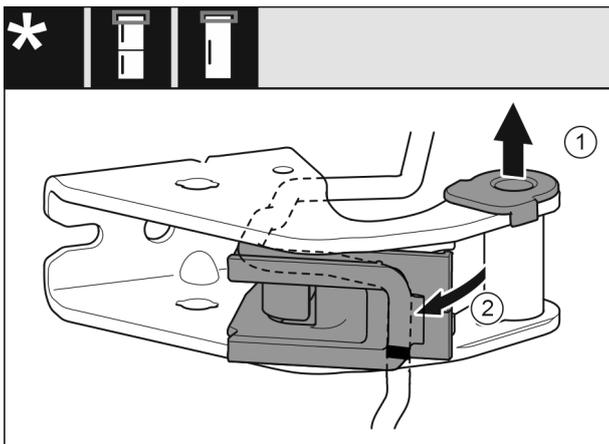

Fig. 18
- ▶ Lagerbuchse aus Führung ziehen. Fig. 18 (1)
- ▶ Kabelhalterung ausschwenken. Fig. 18 (2)